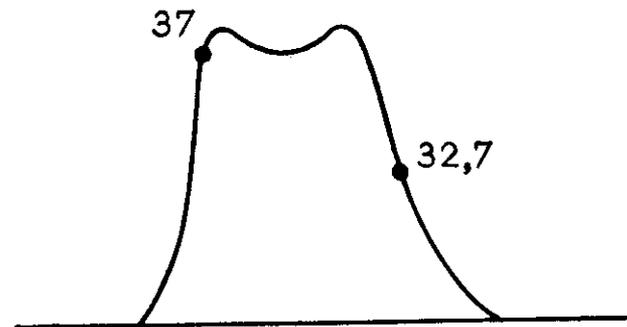

Fig. 5
- Retoucher légèrement les circuits de la barrette MF-UHF « seule » afin d'obtenir la courbe définitive de la figure 5. En cas de retouches importantes, reprendre les réglages du début.